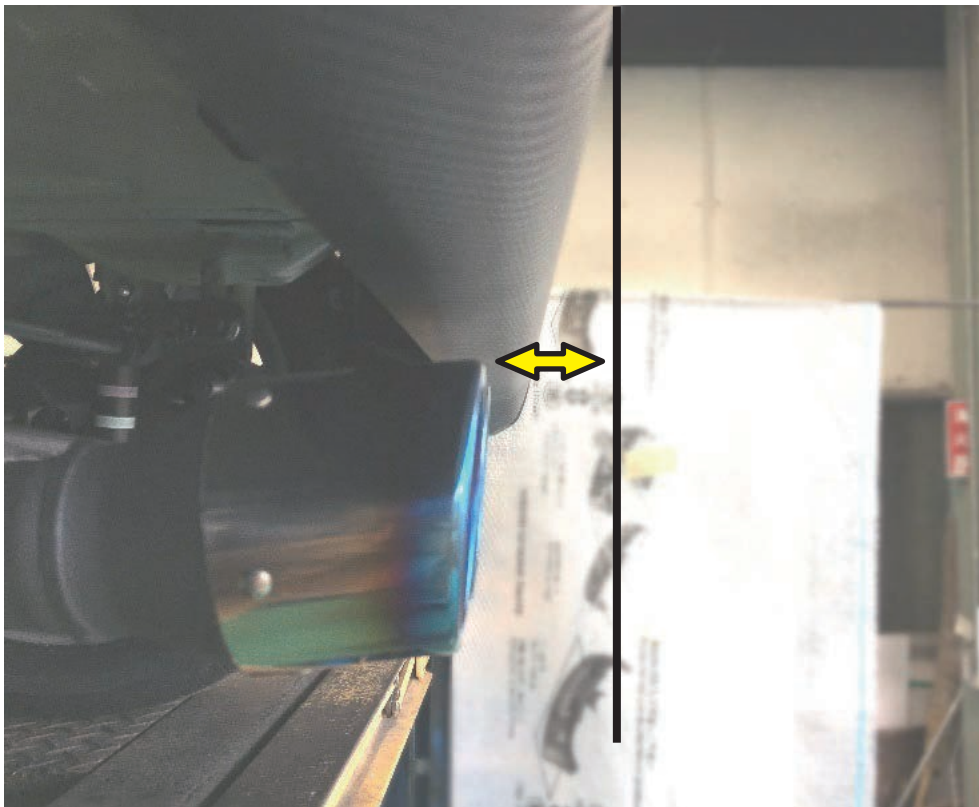

図3. テール出量調整
- スリップジョイントへの純正マフラー後部パイプとメインマフラー前部パイプの差し込みしろは、テールの出具合、各部クリアランスを確認して、必要に応じて調整してください。＊バンパー最後端より内側に15～20mm 図3参照